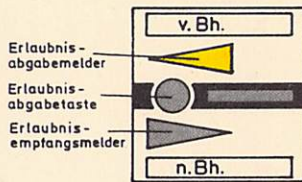

Bild 52
- (2) Die Erlaubnis wird durch Bedienen der Erlaubnisabgabegruppen-taste und der Erlaubnisabgabetaсте abgegeben. Voraussetzung ist, daß keine Zugstraße auf das betreffende Streckengleis eingestellt ist, alle Blockabschnitte frei sind und keine Störung vorliegt. Mit der Erlaubnisabgabe werden die auf die Strecke weisenden Haupt-signale gesperrt. Der Erlaubnisabgabemelder leuchtet gelb, der Erlaubnisempfangsmelder wird dunkel (vgl. Bild 52).